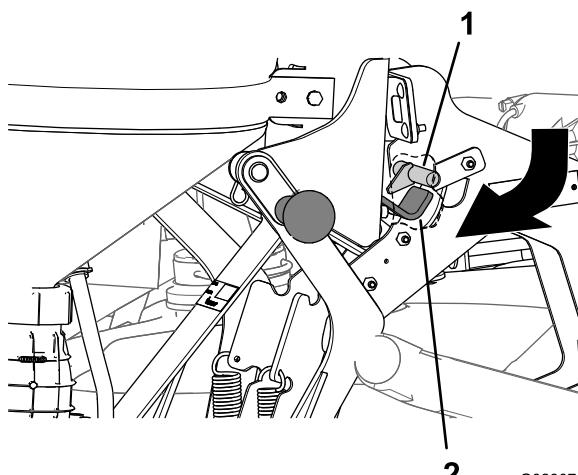

Figura 34
3. Puxe o manípulo do misturador para fora e para baixo até que o gancho do trinco no lado interior da placa posterior se solte da barra do trinco do conjunto da estrutura de suporte principal (Figura 34).
- Empurre as pegas na parte superior da cavidade até que a parte do gancho do trinco fique alinhada com a barra do trinco da estrutura de suporte principal (Figura 34).